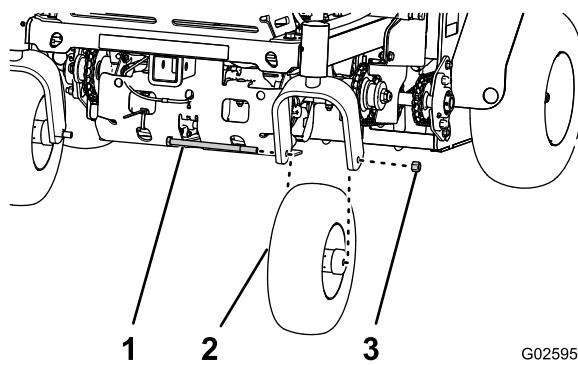

Figura 28
3. Retire la tuerca y el perno de la rueda, y retire el conjunto de la rueda giratoria de la horquilla (Figura 28).
1. Alinee el orificio del eje del conjunto de la rueda giratoria entre los orificios de la horquilla de la rueda giratoria (.3Figura 28).
2. Sujete la pieza a la horquilla con la tuerca y el perno de la rueda (Figura 28) que se retiró en el paso 3 de Desmontaje del conjunto de ruedas giratorias (página 32).